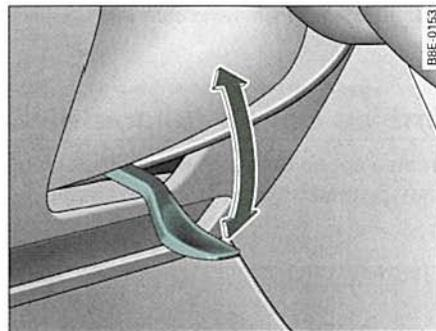

Fig. 137 Palanca debajo de la columna de dirección
- Tire de la palanca ⇒ fig. 137 hacia abajo ⇒ ⚠